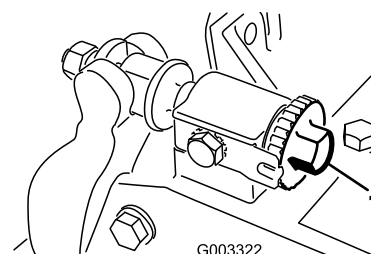

Figura 26
1. Allentate il contatto cilindro/controlama ruotando le manopole di regolazione della controlama (Figura 26) in senso antiorario finché non vi sarà più nessun contatto.